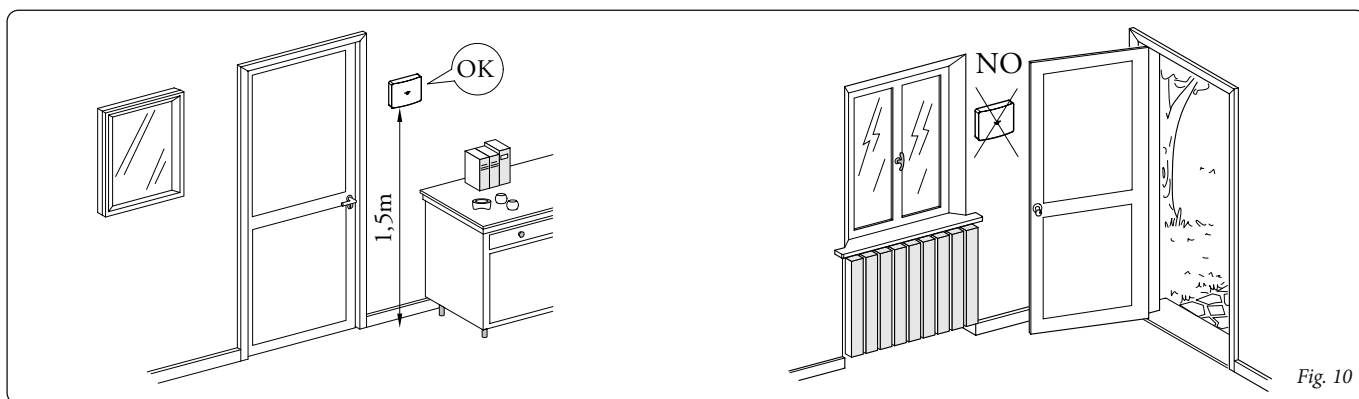

Fig. 10
- 2) Installare la sonda ambiente wireless lontano da fonti di calore e in posizioni idonee a rilevare correttamente la temperatura ambiente (Fig. 10).
- 2) Install the wireless room probe away from heat sources and in suitable positions to correctly detect the room temperature (Fig. 10).